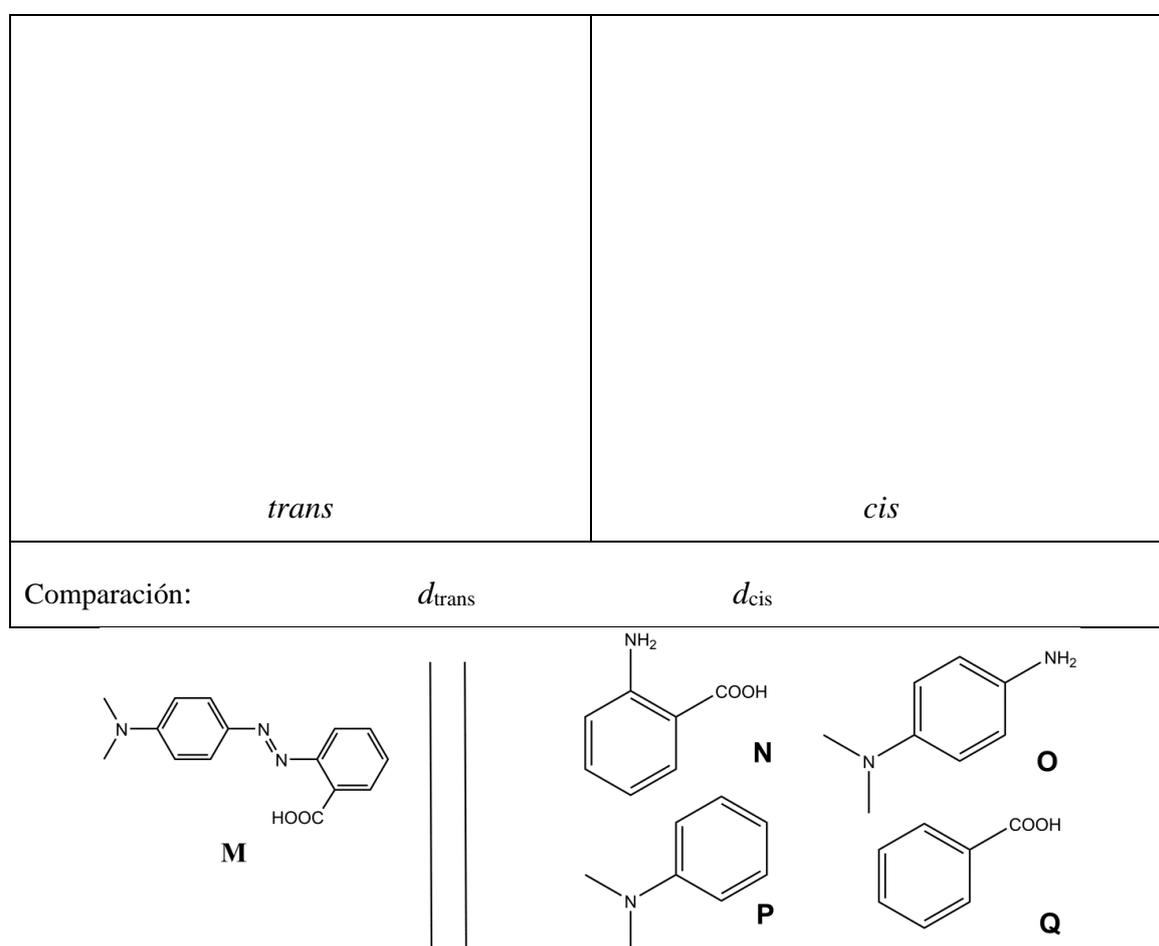

Fig. 1 – Posibles reactivos para la síntesis de **M**.
2. **M** puede sintetizarse en dos pasos de reacción a partir de reactivos sencillos (Fig. 1). **Elige**, entre los reactivos sugeridos (**N** a **Q**), aquellos que puedan dar **M** con muy alta regioselectividad. Para el primer paso de la síntesis se utiliza nitrito de sodio ( $NaNO_2$ ) en ácido clorhídrico acuoso y frío.